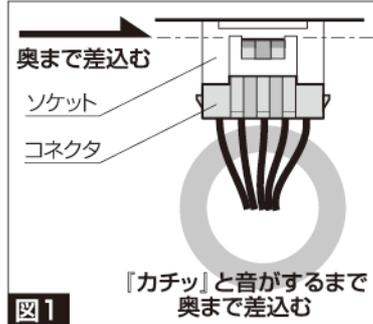

図1
- コネクタを図1のように、しっかりと奥まで差込む。図2のように、奥まで差込まれていないと、作動しない場合があります